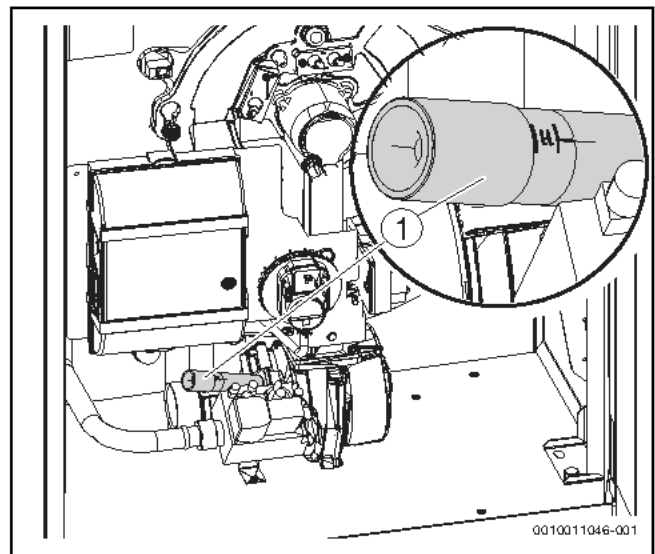

Bild 19 Gasarmatur, L/H Gasadapter
- ▶ L/H Gasadapter (→ Bild 19 [1]) auf die vorhandene Gasart einstellen.